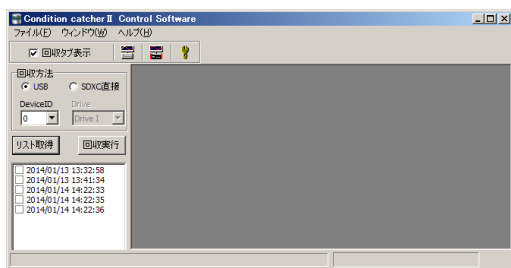

図 41. 計測データの一覧表示画面
④『リスト取得』ボタンをクリックします。計測データのファイル※1が存在する場合、図 41 のように記録されているデータの計測開始日時が回収リストに表示されます。回収したいデータにチェックを入れ、回収実行ボタンをクリックしてください。